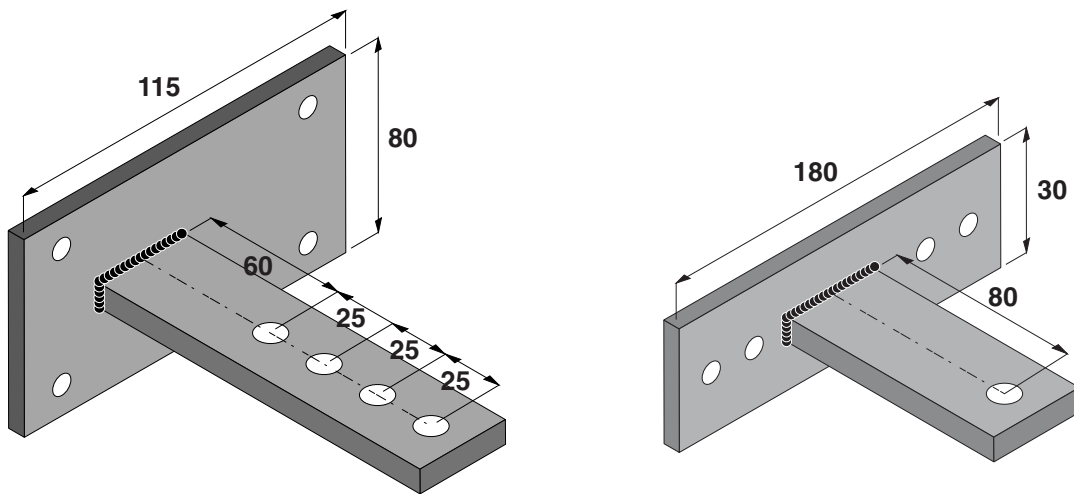

Fig. 2
2.2 Accessori (fig. 2): SILVER PF Piastre con staffe di fissaggio per montaggi senza saldature